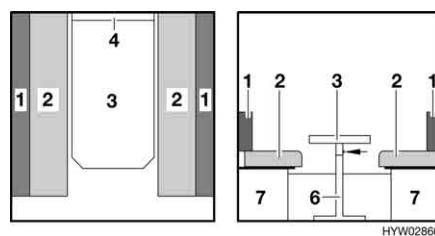

Fig. 60 Prima della trasformazione
- Sistemare i cuscini del divano (Fig. 60,2).
- Sollevare leggermente il piano del tavolo in avanti (Fig. 60,3).
- Sbloccare il piede del tavolo (Fig. 60,6) dall'elemento di fissaggio e ribarbarlo verso l'alto sul lato inferiore del tavolo.